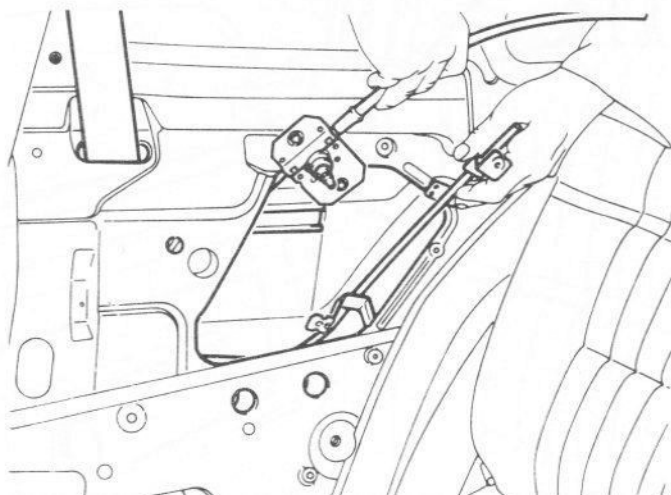

Fig. 13.115 Dépose du lève-glace arrière – modèles Cabriolet (Sec 21)
- 20 Enfoncer le lève-glace, le basculer et le sortir par l'ouverture avec le câble – voir la Fig. 13.115. Eviter d'endommager l'enrouleur de ceinture.